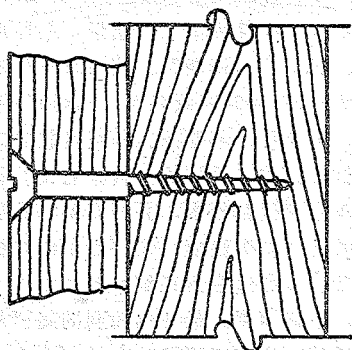

图 4 螺钉结合
**螺钉结合** 这种结合大都应用在固定桌、橱的台面、组合家具、固定小五金等。木工用的螺钉（俗称木螺丝）是平帽螺钉，它借助其端部的螺纹增强其抗拔力。螺钉的结合强度取决于木材的硬度、螺纹的长度、直径、螺纹高度等。就是说木材愈硬、螺纹愈长、直径愈大、螺纹愈高其结合强度就大；反之则小。另外和木材的纤维方向也有很大的关系，横纹结合强度大，顺纹结合强度小。因此木螺钉应垂直木纹拧入（即不要从横断面上拧）（见图 4）固定桌面、椅面及拼缝加固时的螺钉大都用 6 号或 7 号螺钉，长度 1 1/4"（31.75 毫米）即可。固定五金的螺钉要根据小五金的孔径确定。